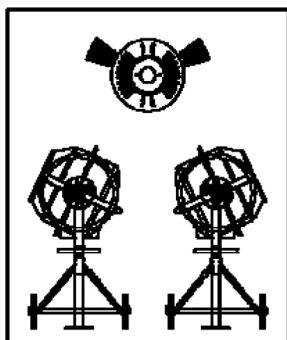

Fig.14
- Posizionare l'asse del tamburo per il caricamento del calcestruzzo come mostrato in Fig.14.